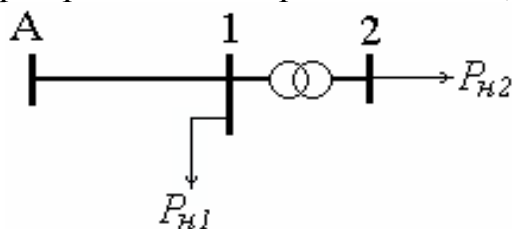

Рис. 49. Схема сети к задаче 25
**Задача 25.** Выполнить расчет параметров режима электрической сети, изображенной на рис. 49, методом последовательных приближений. Центр питания - узел А, в котором поддерживается напряжение  $U_A = 113$  кВ.